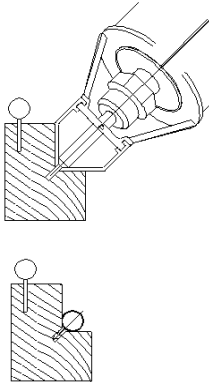

Fig. 11
5.1 FRESADOS CON GUÍA 90° (Fig. 11)